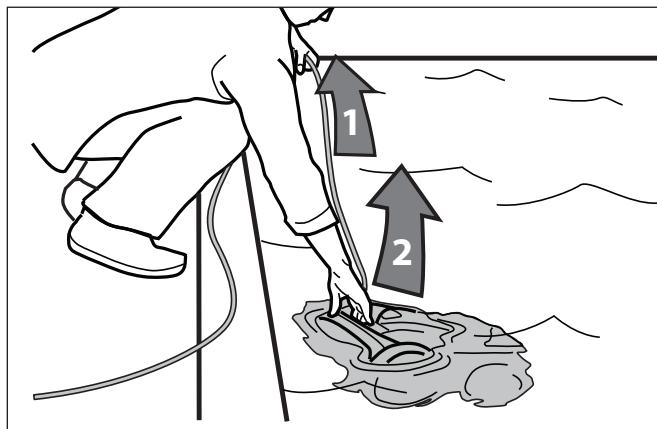

Figure 17. Retrait du nettoyeur de la piscine avec la poignée
1. Retirez le nettoyeur de la piscine à l'aide du système de levée. Lorsque le nettoyeur est à portée de main, utilisez la poignée pour le retirer de l'eau (Figure 17). Ne retirez jamais le nettoyeur de la piscine en tirant sur le câble flottant ou le pivot.